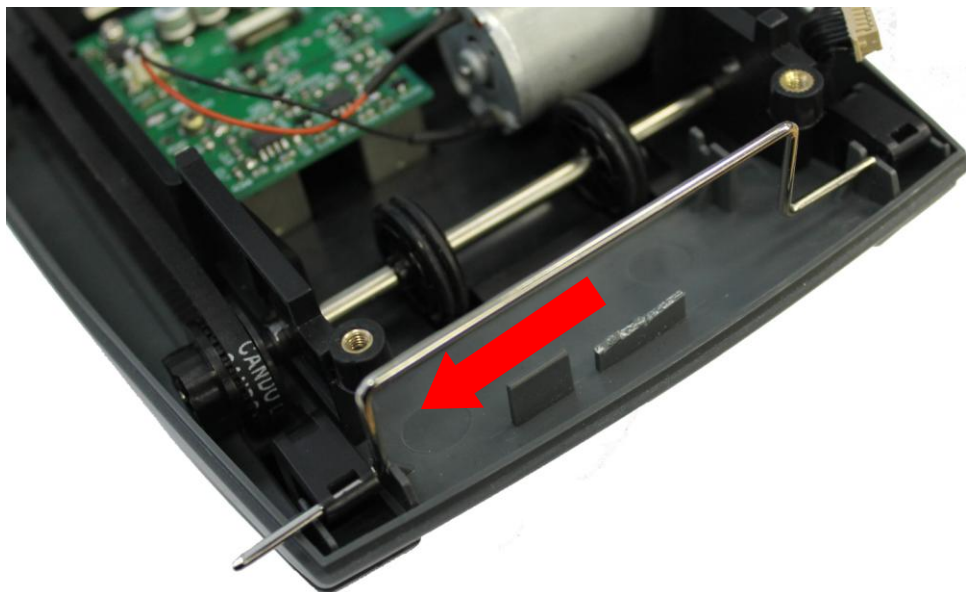

Рис. 8.6
- сдвинуть ось влево (см. рис.8.6);